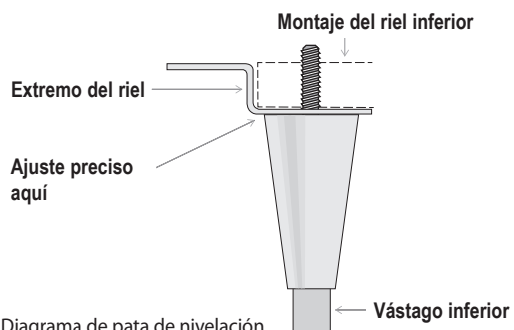

Fig. 4. Diagrama de pata de nivelación.
3. Enrosque las patas de nivelación en el riel del marco o en la parte inferior del equipo. Consulte las figs. 4 y 5.
5. Si el equipo no está nivelado, eleve suavemente y sostenga el extremo inferior del equipo. Luego, con una llave ajustable, atornille los vástagos inferiores de las patas de nivelación hacia adentro o hacia afuera para nivelar y sostener el equipo. Consulte las figs. 4 y 6.